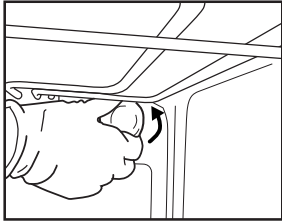
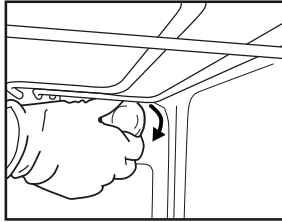

Fig. 6
Fig. 7
2. Skruva loss lampglaset (fig. 6), byt ut glödlampan (se notering för typ av lamp) och skruva tillbaka lampglaset (fig. 7).